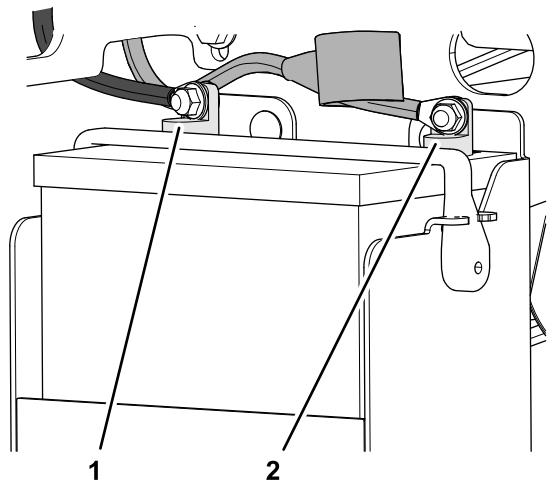

Figura 81
- 5. Si el cable positivo también está desconectado, conecte el **cable positivo (rojo)** al borne positivo de la batería y coloque la cubierta sobre el borne positivo (Figura 81).
- 7. Coloque cuidadosamente el capuchón aislante del cable positivo de la batería sobre el borne de la batería (Figura 81).